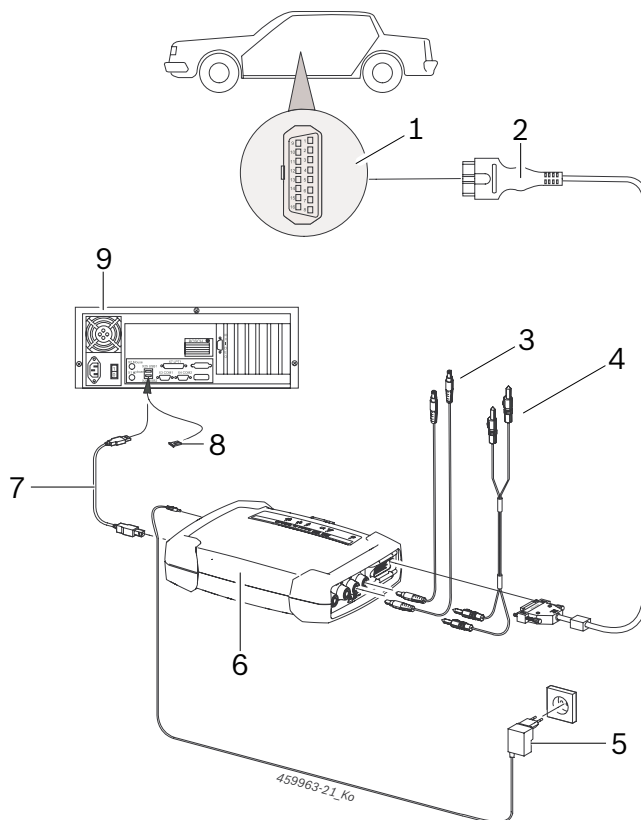

Abb. 6: Esquema de conexiones en el ejemplo del producto KTS 590
- cable de conexión OBD (fig. 6, pos. 2) o